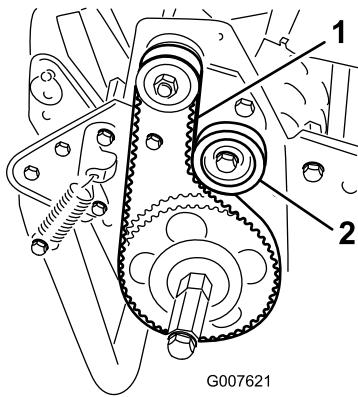

Figura 31
2. Verificate la tensione premendo sulla cinghia (Figura 31) al centro tra le pulegge, applicando una forza di 1,8–2,3 kg. La cinghia deve curvarsi di 6 mm.
- Allentate il dado di fissaggio della puleggia tendicinghia e ruotate la puleggia in senso orario verso il retro della cinghia, fino a ottenere la tensione desiderata (Figura 31).